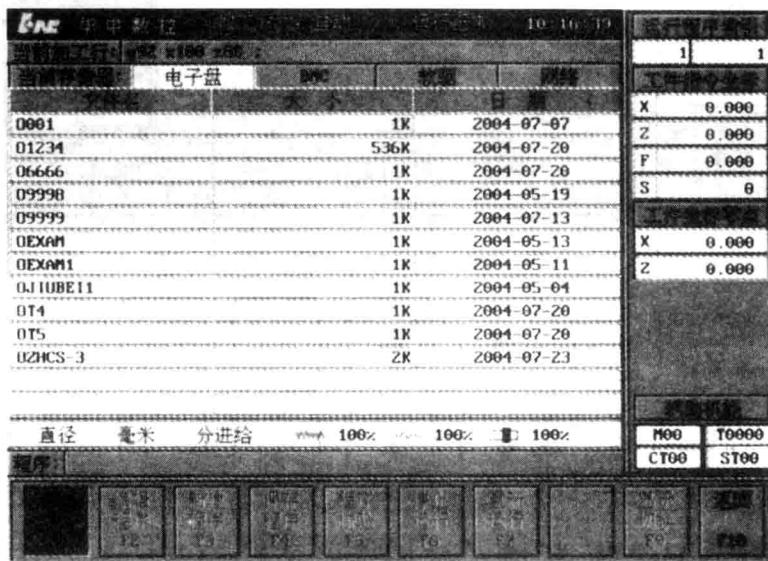

图 1-9 程序选择界面
(1) 在主菜单窗口中按【F1】键选择程序，弹出如图 1-9 所示“选择程序”窗口。其中包括存储器选择菜单中分为：电子盘、DNC、软驱和网络四个选项。